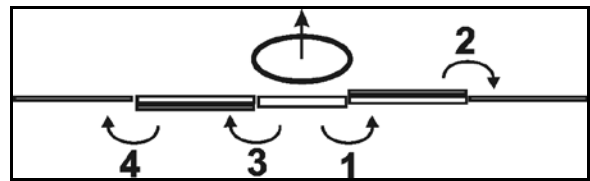

Bild 76
Observera ordningsföljden för utfällning av sprutrampen enligt Bild 76. Hopfällning sker i omvänd ordningsföljd!
2. Fäll ut sprutrampens högra sidosektion (Bild 76/1,2).
3. Fäll ut sprutrampens vänstra sidosektion (Bild 76/3,4).